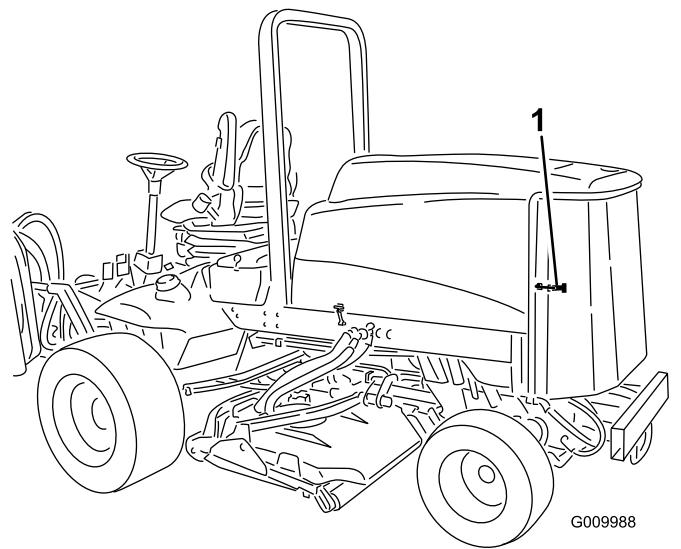

Figura 50
1. Destranque e abra o painel traseiro (Figura 50). Limpe cuidadosamente os detritos do painel.